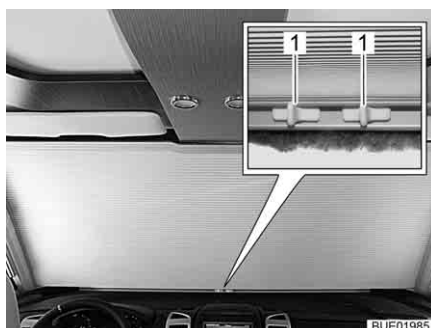

Fig. 120 Dispositif occultant du pare-brise manuel, fermé
- Appuyer sur les poignées (Fig. 120,1).